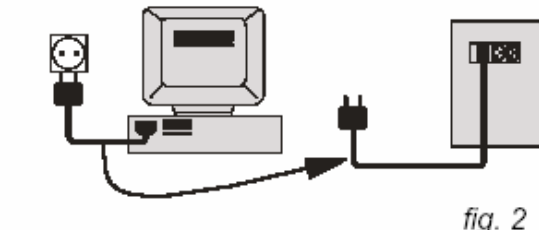

fig. 2
- Во время транспортировки выдвижные модули батарей должны быть либо вынуты из блоков, либо зафиксированы двумя винтами (каждый) на задней панели ИБП (А, рис. 2).
2. **NetPro 2000:** Отсоедините сетевой шнур питания от компьютера (250VA, 10A) и подсоедините его ко входной розетке (2, рис.1) на задней стенке ИБП (рис. 2).
Переведите выключатель сети (8, рис. 2) в положение "I". Появится следующее сообщение: